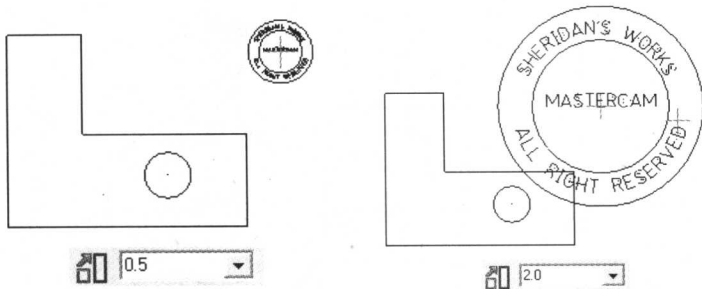

图 1-14
- **缩放比例**  ：插入的图形可以随意放大或者缩小，缩放的比例在输入栏中输入，数值大于 1 的为放大，小于 1 的为缩小。输入缩放比例后，按 Enter 键，图形随之变化。例如，图 1-14 左图是缩小一半的情况，而右图则是放大一倍的情况。